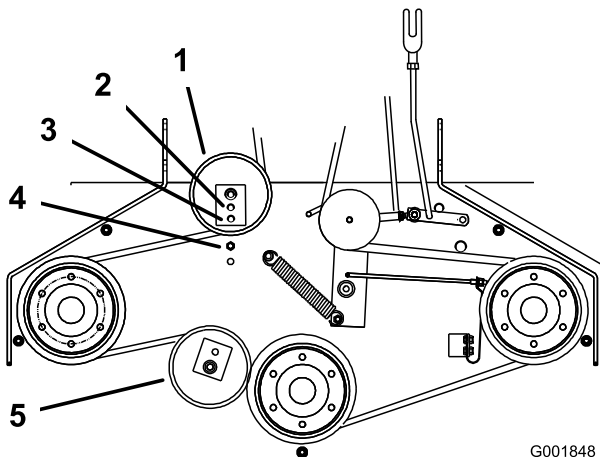

Bild 44
- Wenn die Spanschraube nicht weiter eingestellt werden kann, und der Riemen noch lose ist, müssen Sie die hintere Spanscheibe in das mittlere oder vordere Loch versetzen (Bild 44). Verwenden Sie das Loch, mit dem Sie die richtige Einstellung erhalten.
- Wenn die Spanscheibe versetzt wird, muss die Riemenführung versetzt werden. Versetzen Sie Riemenführung in die vordere Stellung (Bild 44).